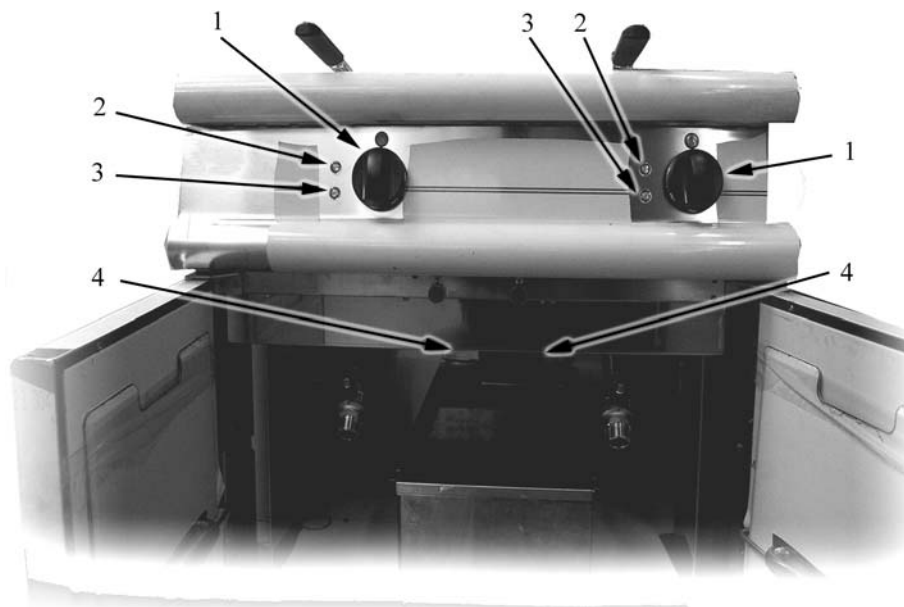

Bild. 1
Die Öltemperatur wird von einem Thermostat gesteuert und kann zwischen 110°C und 190°C (230°-374° F) (Pos. 1 in Bild. 1) und Zwischenwerten ausgewählt werden.
Die Oelbeheizung bis zur eingestellten Temperatur erfolgt durch gepanzerten hitzebeständige im Oel eingetauchten Heizkörper. Die Heizelemente sind hochziehbar und komplett herausnehmbar zur Beckenreinigung. Die Oeltemperatur wird mit einem Thermostat zwischen 110°C und 190°C (230°-374°F) (Pos. 1 Bild 1) und Zwischenwerte eingestellt. Die einfachste Weise die Produkte zu kochen ist mit den Körben zu fritieren, die standardmässig mit den Geräten geliefert werden.
Wenn der Thermostatknebel (pos. 1 in Bild. 1) im Uhrzeigersinn betätigt sich die Netzlampe welche anzeigt (pos. 2 in Bild. 1), dass das Gerät elektrisch gespeist ist. Sobald der Knebel weiter gedreht wird, wird das Oel beheizt und die Betriebslampe schaltet ein (pos. 3 in Bild. 1). Diese Lampe löscht sich sobald die eingestellte Temperatur erreicht wird.
Das Gerät hat einen Sicherheitsthermostat. Falls die Oeltemperatur für irgendeine Begründung den Grenzwert von 230°C (446°F) überschreitet, wird die Beheizung eingestellt und es brennt nur die Netzlampe (pos. 2 in Bild. 1).
Dem Gerät Spannung zuführen, indem der außen installierte Sicherheitsschalter betätigt wird. Das Regelthermostat (Pos. 1 auf Abb. 1 weiter oben) auf die gewünschte Gartemperatur einstellen (160°C-190°C) (320°F-374°F). Die Kontrollleuchten schalten sich ein: Die Leitungskontrollleuchte (pos. 2 auf Abb. 1) zeigt an, dass das Gerät unter Spannung steht während die Betriebsleuchte (Pos 3 auf Abb. 1) den Betrieb der Widerstände anzeigt. Wenn die eingestellte Temperatur erreicht ist, schaltet sich die Betriebsleuchte ab.